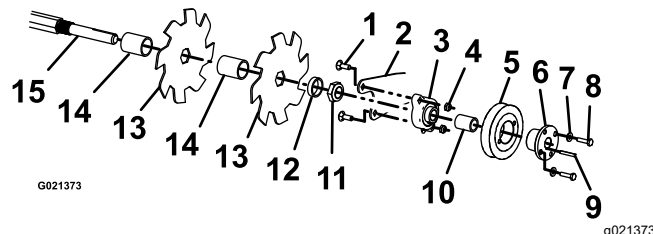

Рисунок 27
9. Удалите 4 каретных болта с контргайками, которые крепят узел режущих ножей (Рисунок 27), и снимите узел с вилочного монтажного кронштейна.
10. Удалите 2 болта с шайбами, которые крепят шкив к подшипнику. Ослабьте установочные винты на подшипнике и удалите шпонку с вала (Рисунок 27). Снимите подшипник и шкив, сняв фиксаторы подшипника с вилочного монтажного кронштейна.